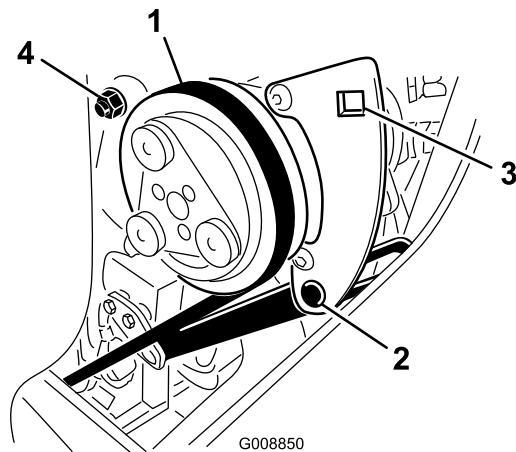

Figura 81
- Afloje el perno de pivote y el perno de ajuste del compresor (Figura 81).
- Introduzca una llave dinamométrica en el taladro cuadrado del soporte del compresor (Figura 81).